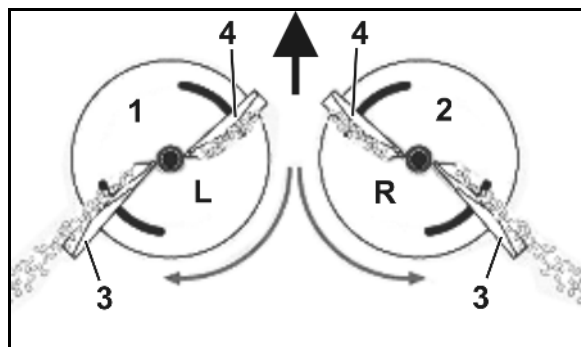

Fig. 27
4. Colocar las mangueras hidráulicas en el perchero para mangueras (Fig. 27).